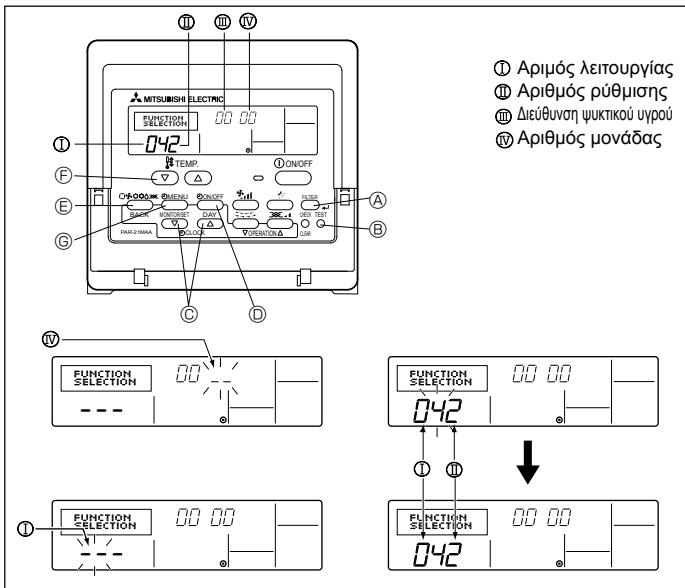

Fig. 6-9
1) Για ενσύρματο τηλεχειριστήριο (Fig. 6-9)